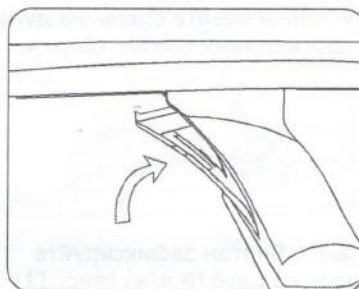

рис. 13
1.2.10. Установите на опорах лючки и надёжно зафиксируйте их (до «щелчка») (рис. 13).